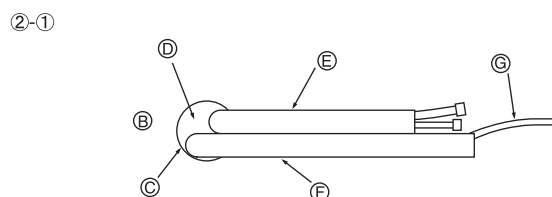

Fig. 3-5
② Tubazioni sinistra e destra
- ②-① Per la tubazione posteriore sinistra, tirare i tubi fuori dal foro per determinarne la lunghezza corretta e quindi piegarli. La sezione interna dovrebbe, a questo punto, essere sospesa all'attrezzatura di montaggio sulla parete. (Fig. 3-5)